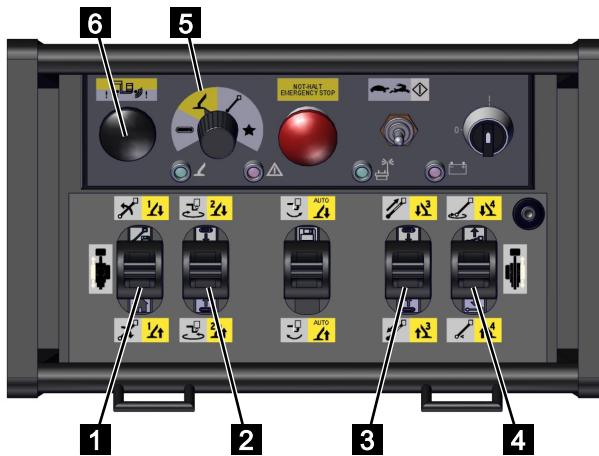

Abb. 128
4. Den Funktionswahlschalter auf [Stützenfunktion] (gelb) (Abb.128/5) stellen.
5. Den Kollisionstaster (Abb.128/6) gedrückt halten.
6. Mit den Steuerhebeln (Abb.128/1, 2, 3 und 4) die gewünschte(n) Stütze(n) gemäß nachfolgender Tabelle bedienen.